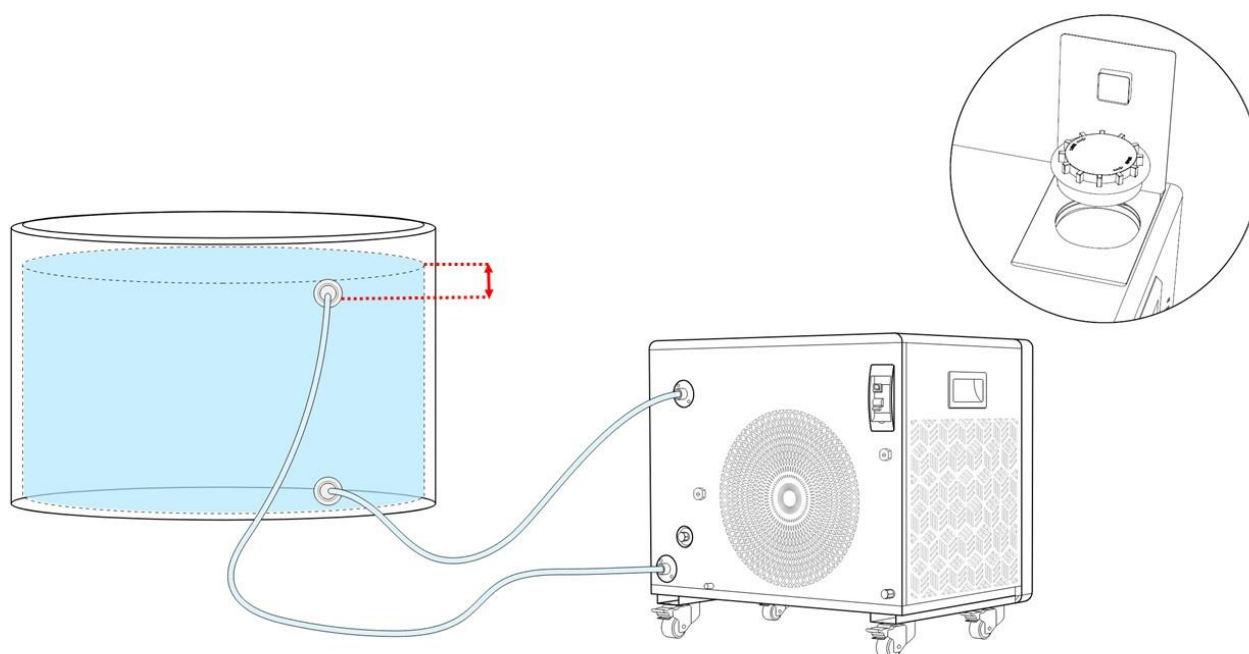

Figure 3. Niveau d'eau supérieur à l'entrée de la baignoire
- Cas 1 : le niveau d'eau de la baignoire est supérieur à l'entrée de la baignoire (voir Figure 3)